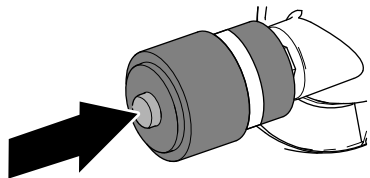

Рисунок 81
1. Если на индикаторе обслуживания отображается красная полоса, нажмите кнопку сброса на конце индикатора (Рисунок 81).